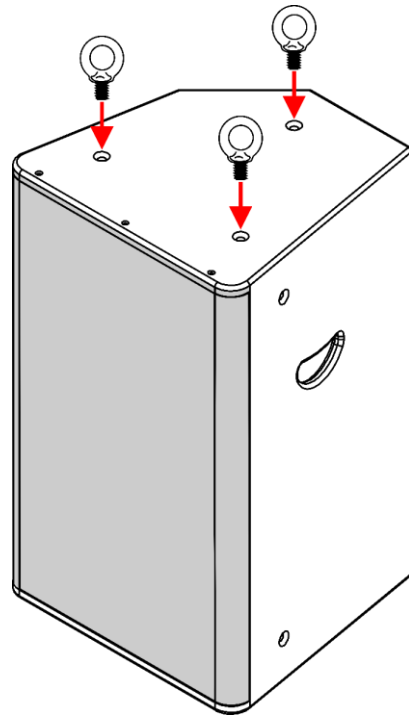

Fig. 05
- 02) Insert and tighten 3 **threaded M10 eye bolts** (Fig. 05).